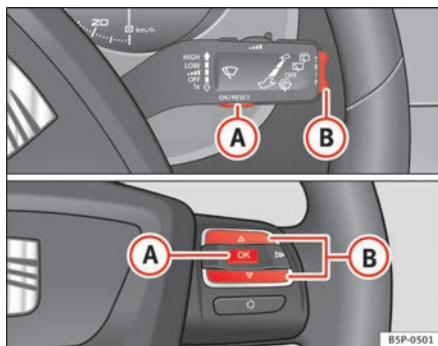

Abb. 39 Schaltwippen A und B. Bedienelemente am Lenkrad.
Ist demnächst ein Service fällig, erscheint in den Kilometeranzeigen eine **Service-Vorwarnung**. Es erscheint ein „Schraubenschlüssel“-Symbol und die Anzeige „km“ mit der Kilometerangabe, die bis zum fälligen Service-Termin gefahren werden kann. Nach etwa 10 Sekunden wechselt diese Anzeige. Es erscheint ein „Uhr-Symbol“ und die Anzahl der Tage bis zum fälligen Service-Termin. Der Informationstext am Display\* im Kombiinstrument lautet: **SERV. IN ... KM ODER ... TAGEN**. Etwa 20 Sekunden nach Einschalten der Zündung oder bei laufendem Motor erlischt die Service-Meldung. Sie können auch durch Drücken des Rückstellknopfes des Kurzstreckenzählers oder durch Drücken der Wippe der MFA ⇒ Seite 62, Abb. 39 ⑧ in die Normalanzeige schalten.
- Zum Umschalten von einem Speicher auf einen anderen drücken Sie bei eingeschalteter Zündung kurz die Taste  $\Rightarrow$  Abb. 39 **A** am Scheibenwischerhebel oder die Taste **A** der Bedienelemente am Lenkrad  $\Rightarrow$  Abb. 39.